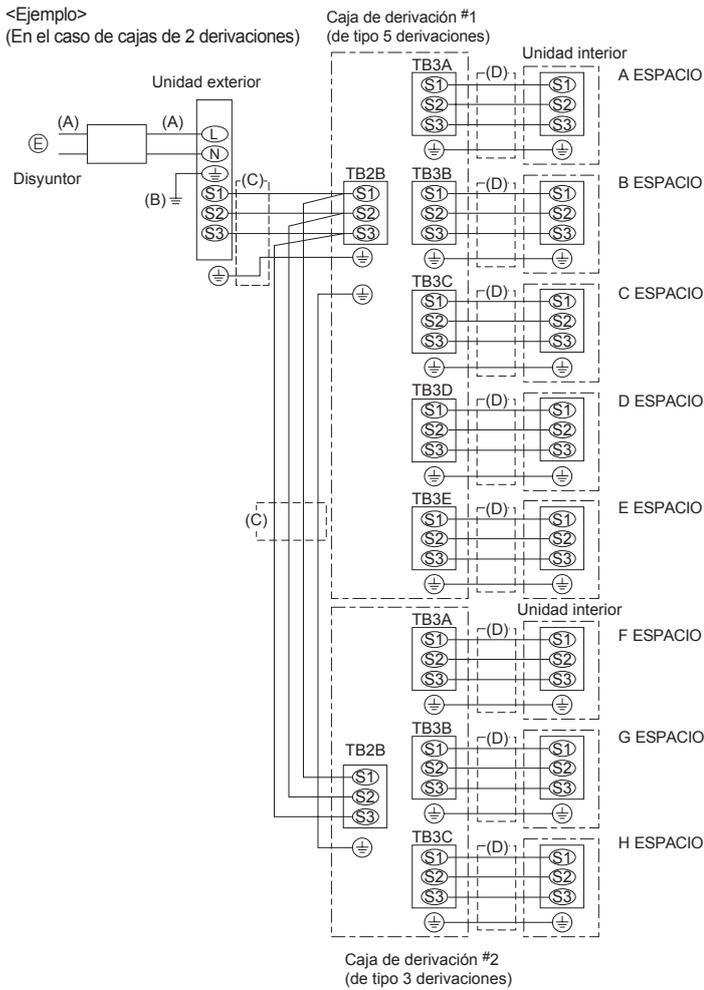

Fig. 9-6
9.2. Procedimiento de cableado exterior (Fig. 9-6)